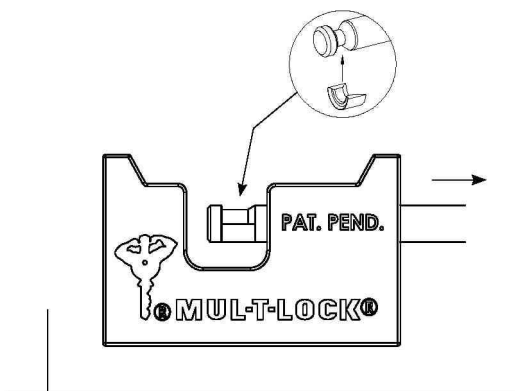

Рис.8
1. Відкрити замок ключем. Вставити до вузької частини ригелю кільце для розбори та витягнути ригель (Рис. 8)